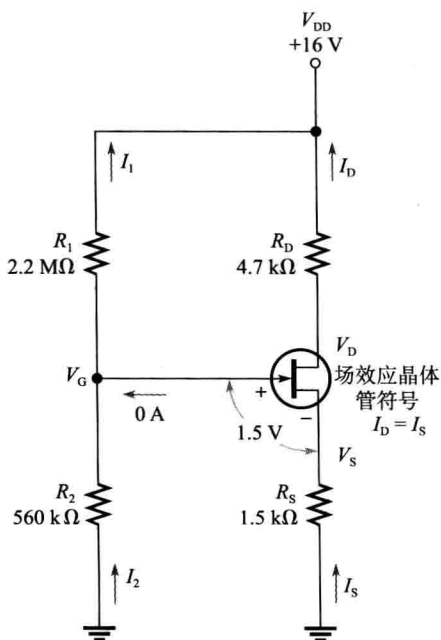

图 6-100
54. 图 6-100 显示了场效应晶体管放大器的直流偏置结构，偏置是一种常见的保障放大器正常工作的方法，通过偏置为放大器设置一定的直流电压。虽然目前我们还不熟悉晶体管放大器，但是，用已经学过的方法也可以确定电路中的直流电压和电流。
55. 对于图 6-100 所示的电路，如果 R_1 开路，试问 V_G 为多大？
56. 对于图 6-100 所示的电路, 如果将 R_1 和 R_2 位置互换, 试问 V_0 为多大?